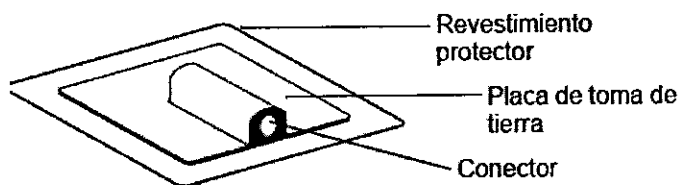

Figura 3. Placa de toma de tierra.
4. Fije la placa (no estéril) de toma de tierra sobre la piel (consulte la Figura 3).